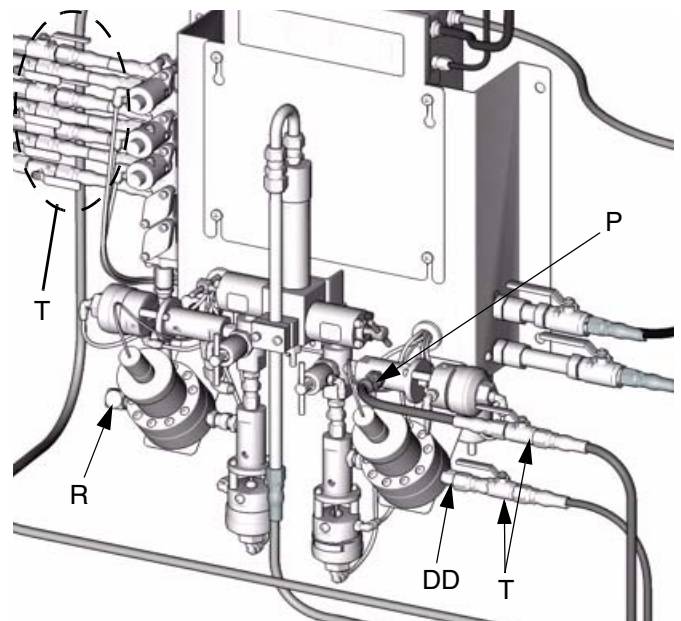

FIG. 12
Per ridurre il rischio di lesioni, inclusa l'iniezione di liquidi, è necessario installare una valvola di intercettazione (T) tra ciascuna linea di alimentazione del fluido e il gruppo del collettore del fluido. FIG. 12. Utilizzare le valvole per arrestare il fluido durante la manutenzione e l'assistenza.
- a. Collegare la linea di alimentazione del solvente (P) all'ingresso della valvola di spurgo del solvente da 1/4 npt(f). FIG. 12.
3. Collegare la linea del componente B all'ingresso del flussometro del componente B (DD). FIG. 12.